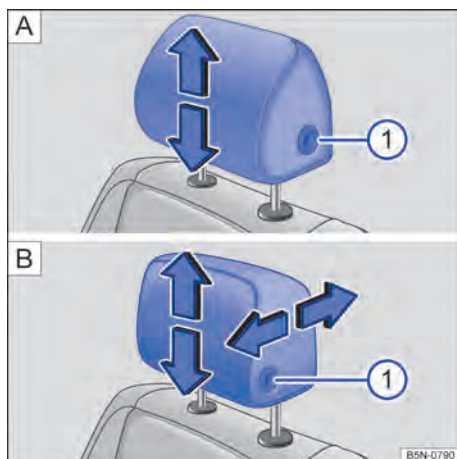
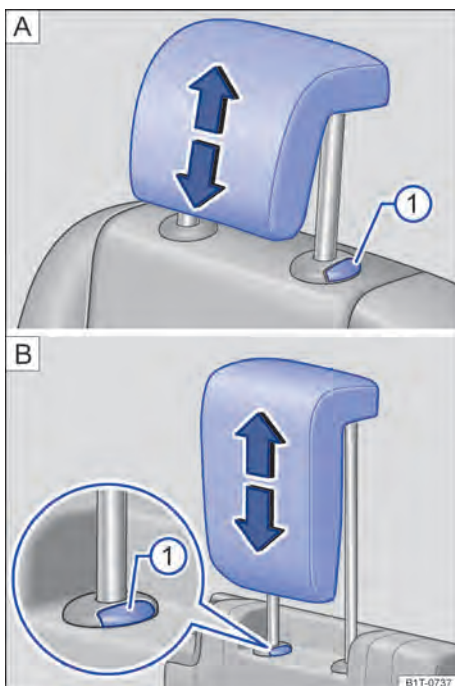

Fig. 88 Ajustar o apoio para cabeça dianteiro: **A** sem possibilidade de ajuste na direção longitudinal, **B** com possibilidade de ajuste na direção longitudinal.
Fig. 89 Ajustar o apoio para cabeça atrás: **A** segunda fileira de assentos, **B** terceira fileira de assentos.
- Deslocar o apoio para cabeça no sentido da seta, para cima ou para baixo e, se for o caso, com o botão → Fig. 88 ① ou → Fig. 89 ① pressionado → ▲ em *Introdução ao tema* na página 108.
- Empurrar o apoio para cabeça para frente na direção da seta ou para trás com o botão → Fig. 88 B ① pressionado.